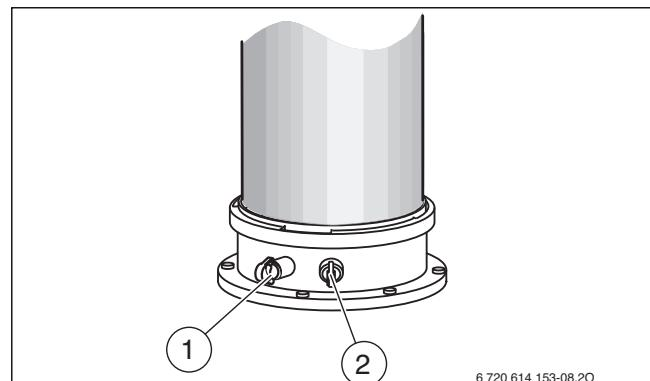

Fig. 37 Orificiul de măsurare a gazelor arse și orificiul de măsurare a aerului de ardere
- Îndepărtați dopurile de la orificiul de măsurare a gazelor arse [1] (→ Fig. 37).